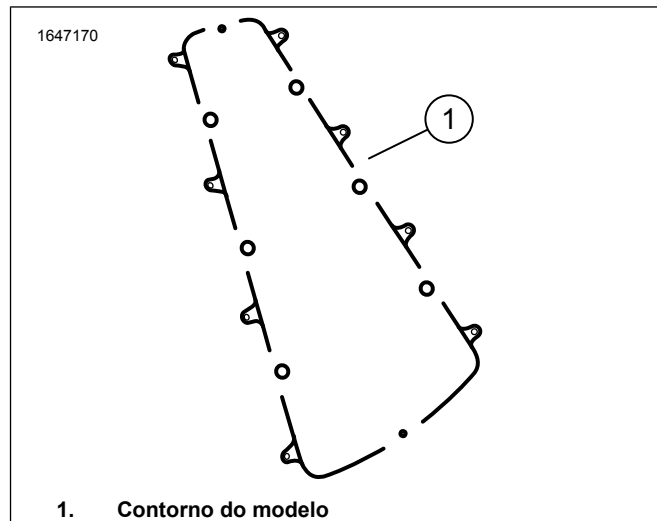

Figura 9. Contorno do molde
- a. Cobrir toda a área do molde de perfuração (2) no alforge do lado direito (1) com fita adesiva.
- b. Instalar o molde de perfuração (2).
- c. Fixar todo o perímetro do molde de perfuração (2) com fita adesiva.
- d. Instalar os parafusos de rosca (3) para segurar o molde de perfuração (2).
2. Ver a Figura 9. Utilizando um marcador, traçar o contorno do molde de perfuração (1) na fita adesiva do alforge.
- e. Ver a Figura 9. Com o molde de perfuração ainda no lugar e utilizando uma serra apropriada, cortar ao longo da parte externa do contorno do molde (1).
- f. Remover os parafusos de rosca (3), o molde de perfuração e a fita do alforge.
- g. **Orifício do bucim:** Fazer o orifício do bucim de 3/4 de polegada (5) de onde o parafuso de rosca (3) foi removido.